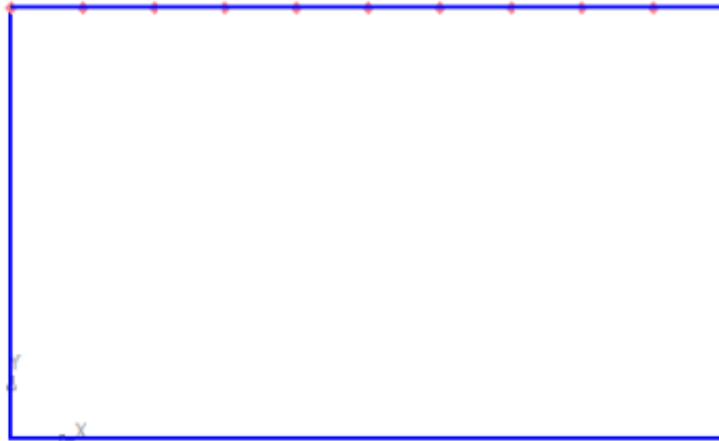

Рис. 6
- укажите сторону прямоугольника, по которой нужно проставить точки (щелкнуть ЛКМ). Обратите внимание: подводя курсор мыши к стороне прямоугольника, она изменяет цвет. Система равномерно расставила точки, разделив одну из сторон прямоугольника на заданное количество равных участков (рис. 6).